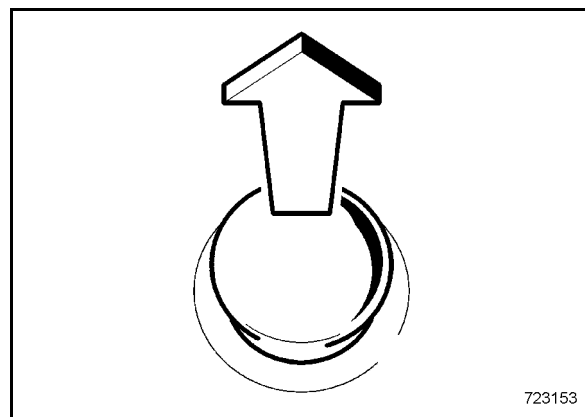

Рис. 31
- При необходимости, расцепить аварийный выключатель (Рис. 31).